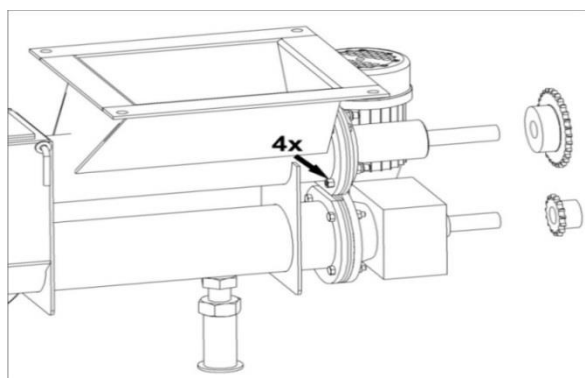

Fig 10. Scoaterea axului superior
Cutia de fum este echipată cu un capac de curățare (fig.10). Pentru a deschide capacul, deșurubați piulițele-fluturi, scoateți șabilele și arcurile.
- Scoateți axul cu șnec împreună cu lagărele de susținere. (Fig 10).